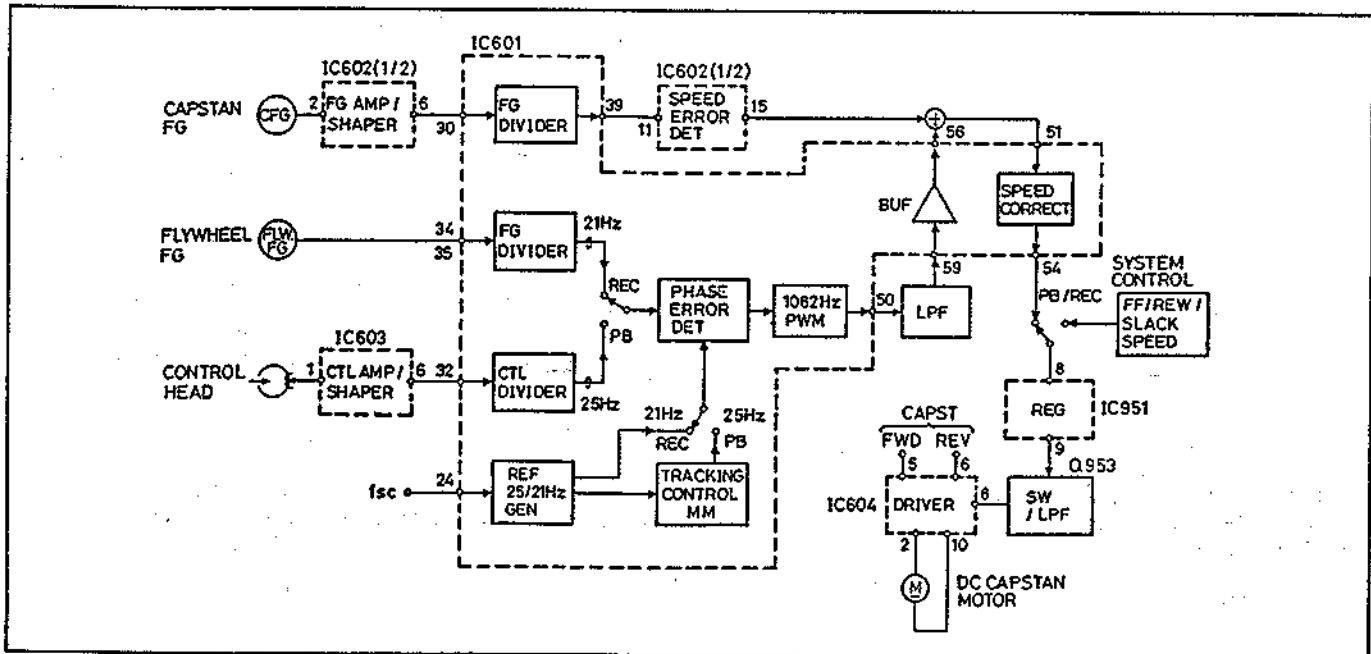

Abb. 4-9 Capstan-Servo-Schaltkreis
4. Capstan-Servo (Abb. 4-9 bis 4-11)
4-1 Konfiguration der Schaltkreise (Abb. 4-9)
In Abb. 4-9 ist die Schaltkreis-Konfiguration dargestellt. IC601 und IC602 dienen für die Capstan-Drehzahlregelung, wobei IC601 auch die Capstan-Phasenregelung übernimmt. Als Rückkopplungssignale werden der 1.198 Hz